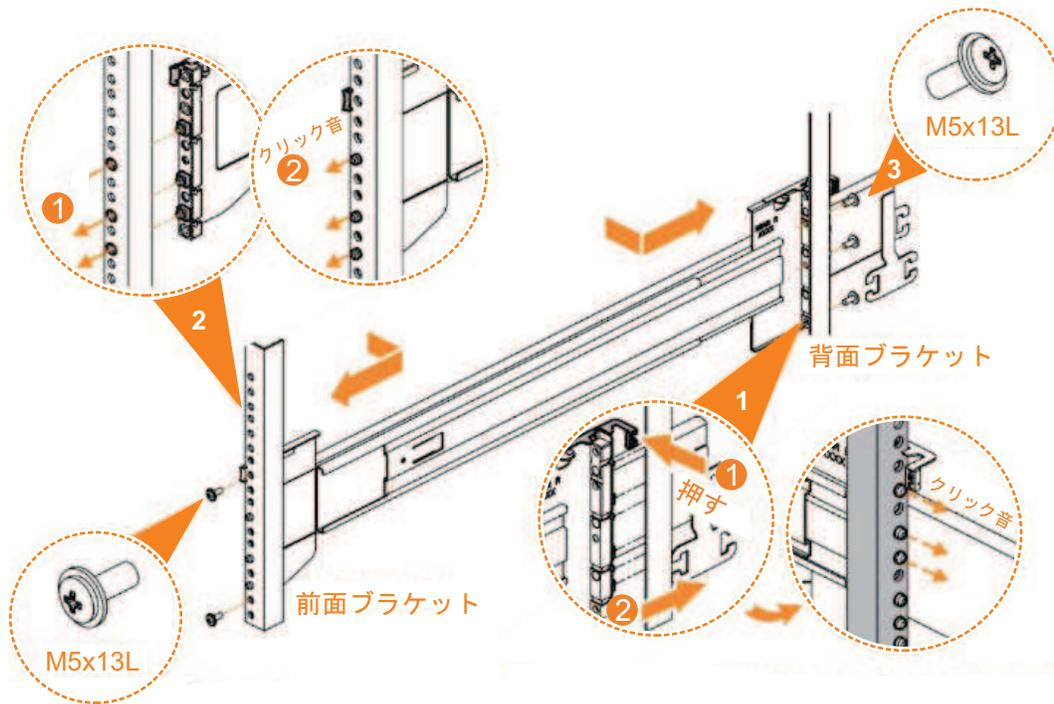

図 93. ラック・フレームへのレール・アセンブリーの取り付け
6. M5 ねじを使用して、外部レール・メンバーとブラケット・アセンブリーをラックに取り付けます (図 93 を参照)。